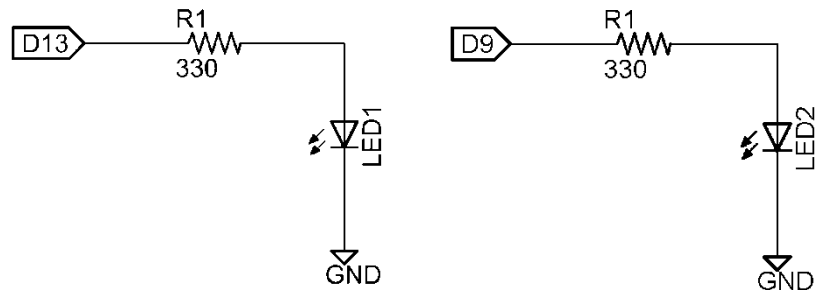

図 2.62 LED の発光回路
(1) 図 2.62 の回路をブレッドボード上に組む。(Arduino と PC を接続してはならない)